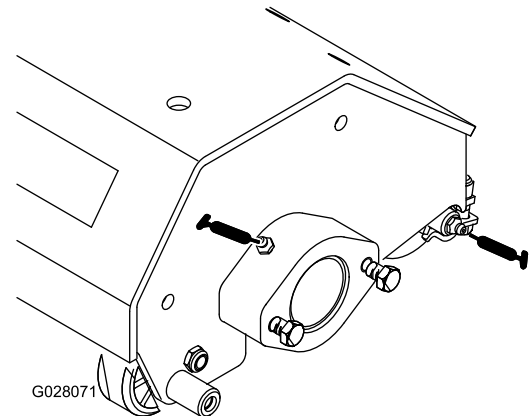

Figura 11
2. Aplique grasa a los cojinetes del eje del aireador y a los cojinetes del rodillo trasero (Figura 11) hasta que note presión.